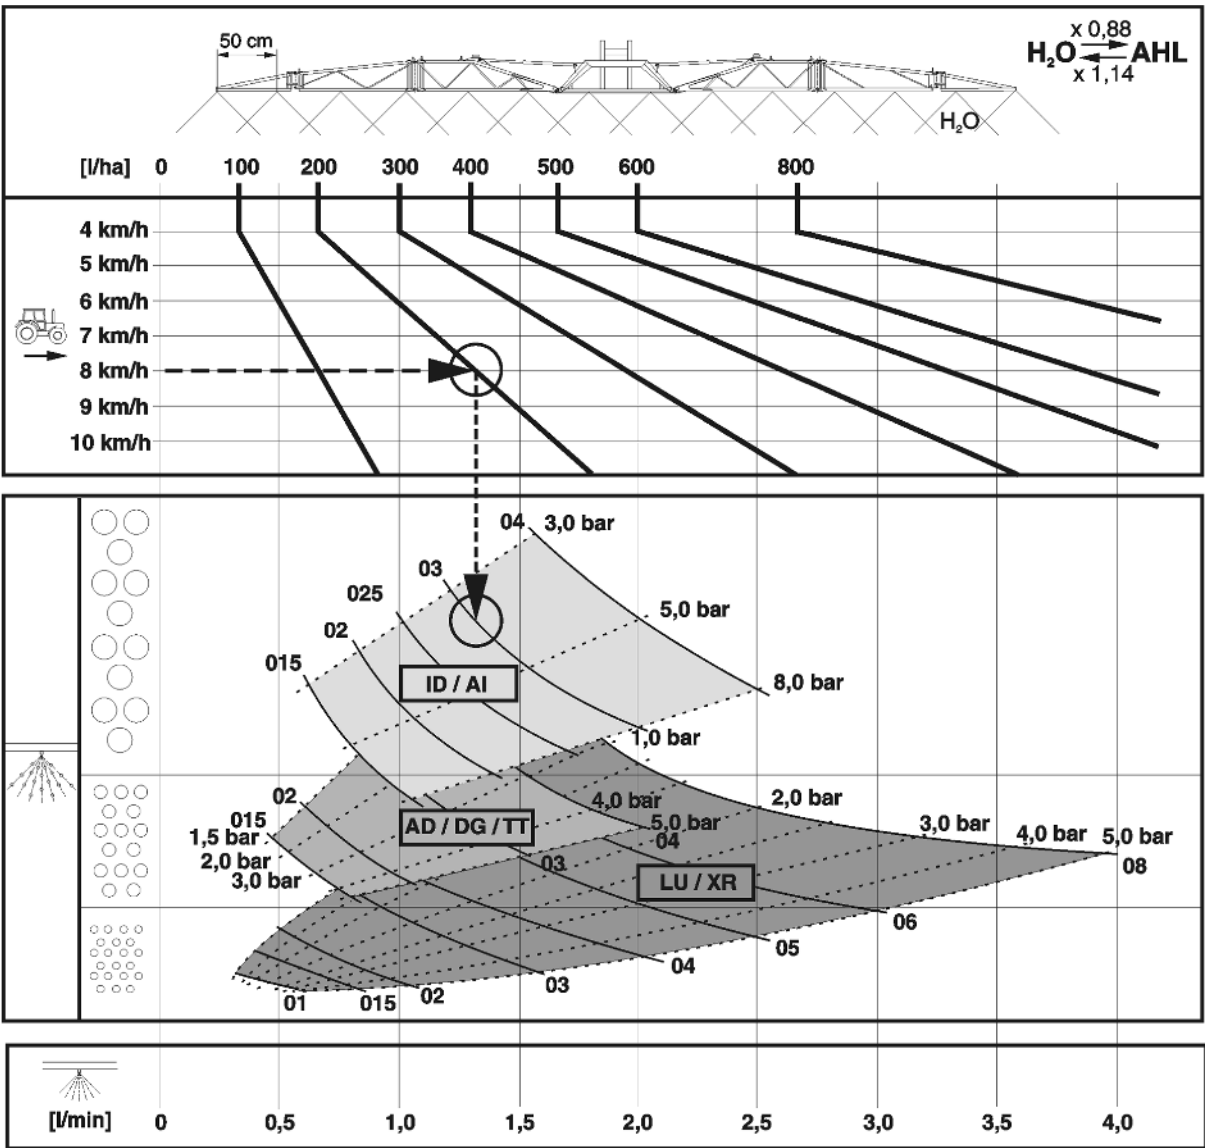

图. 209
- 图. 209 用于选择适合的喷嘴类型。用于选择适合的喷嘴类型s。